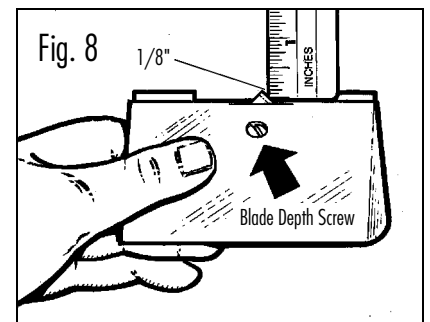

Fig. 8
- 1 Turn screw in to reduce depth or turn screw out to increase depth. (Fig. 8)
- 1 Feststellen der Schraube zum Reduzieren der Klingentiefe. Lockern der Schraube zum Erhöhen der Klingentiefe (Fig. 8).
- 1 Apriete el tornillo para reducir la profundidad y desapríetelo para aumentar la profundidad (Fig. 8).